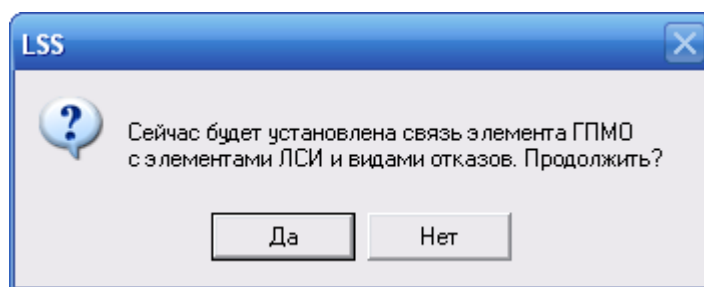

Рис. 11-11
- Нажмите на кнопку **Связать с выбранными элементами**, расположенную над таблицей в нижней части окна. В появившемся окне информационного сообщения подтвердите установление связи объекта ГПМО с выбранными элементами ЛСИ и их видами отказов (рис. 11-11).